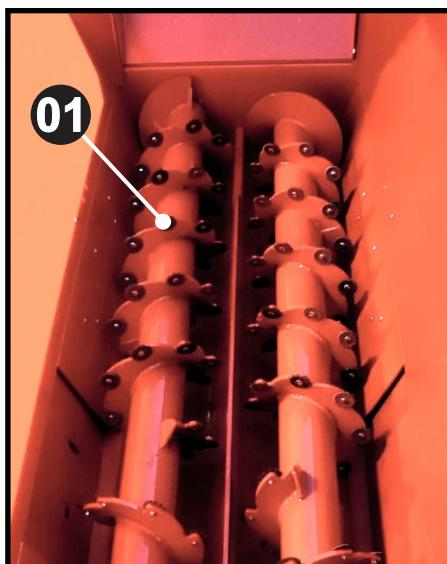

Fig. 18 - Facas de corte
E as facas estiverem gastas, amole ou substitua as facas. As facas de corte na MENTA horizontal alimentadores de misturadores são circulares (01) (Fig.18)